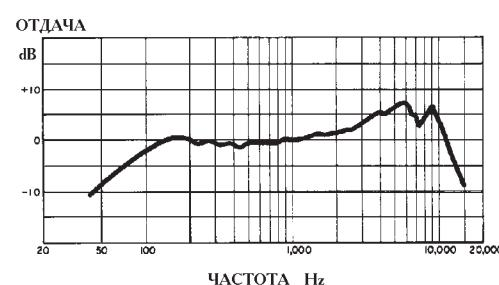

РИС. 1
**Частотный диапазон:** 50 Hz – 15000 Hz (см. Рис. 1)